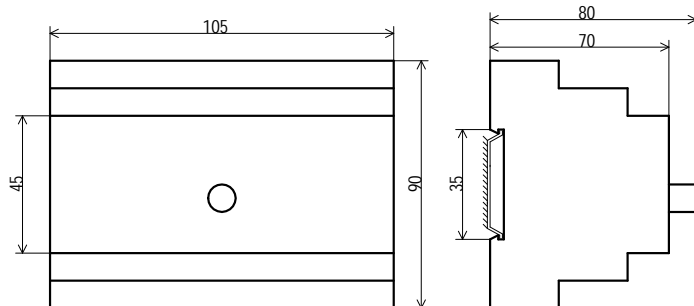

Рис.1 Габаритные и установочные размеры БУАВР1
3.38.Габаритные и установочные размеры БУАВР1 приведены на рис. 1.
4.2. Габаритные и установочные размеры БУАВР1 приведены на рис. 1.